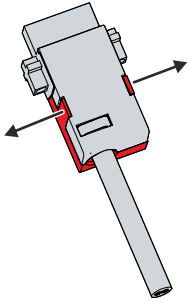

Abb. 22: Demontage Zugentlastungsgehäuse
1. Biegen Sie mit den Fingern die Rastnasen am Unterteil leicht nach außen (siehe Abb. 22).